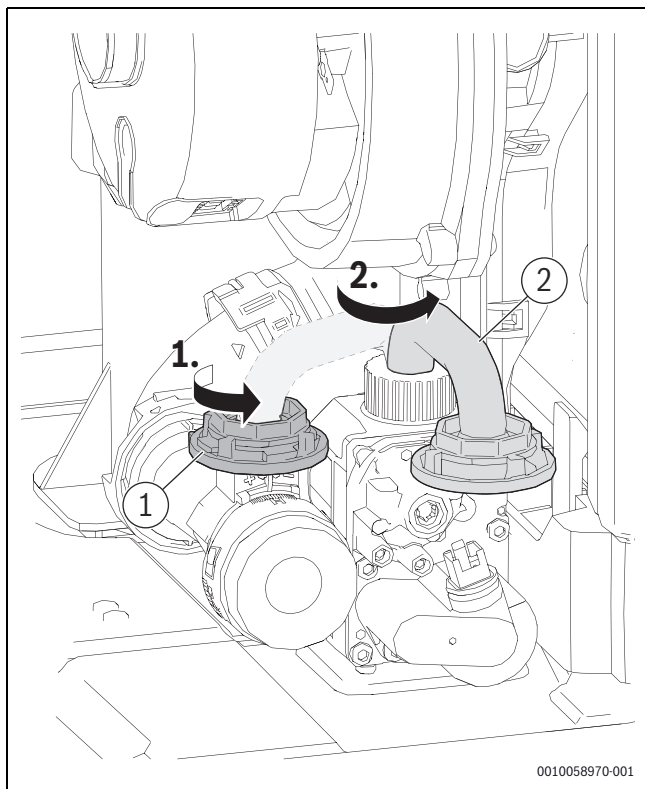

Bild 87 Verriegelung der Einstelldüse öffnen
- ▶ Um das kleine Gasrohr [2] wieder anzuschließen, Gasrohr nach links bewegen und Verriegelung der Einstelldüse [1] schließen (→Bild 87, Seite 68).